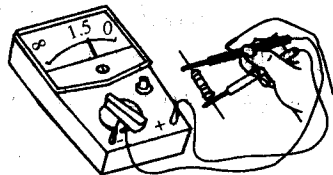

图 1-3 电阻器阻值的测量方法
(1) 将万用表的功能选择开关转到适当量程的电阻挡,先调零。将两根表笔短接,调节“0 Ω ”电位器,使表头指针满度,指向“0”位,然后再进行测量。注意在测量中每次变换量程,都必须重新调零后再使用(凡使用欧姆挡测量,均先调零)。
(2) 按照图 1-3 所示的方法,将两表笔(不分正负)分别与电阻器的两端相接即可测出其实际电阻值。为了提高测量精度,应根据被测电阻器标称值的大小来选择量程。由于欧姆挡刻度的非线性关系,它的中间一段刻度较为精细,因此应使指针指示值尽可能落到刻度的中间一段位置,即全刻度起始的 20% ~ 80% 弧度范围内,以使测量更准确。例如